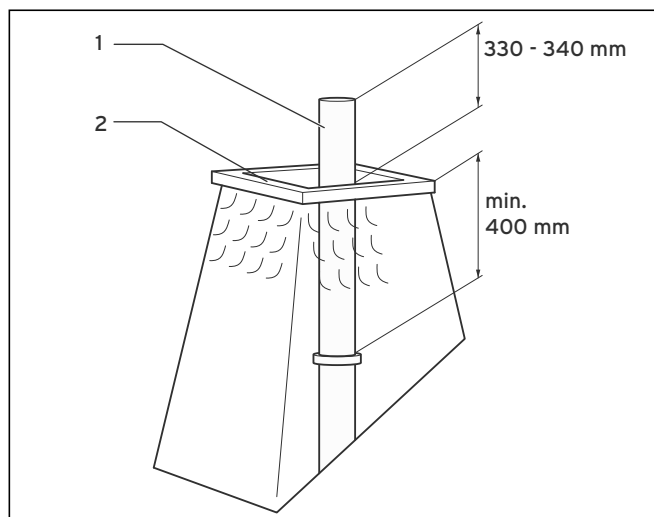

Рис. 4.28 Укорачивание трубы из нержавеющей стали
Для монтажа шахтного перекрытия из нержавеющей стали соблюдайте рис. 4.28.
- Укоротите трубу из нержавеющей стали (1) согласно рис. 4.28.
- Загерметизируйте край устья (2) силиконом.